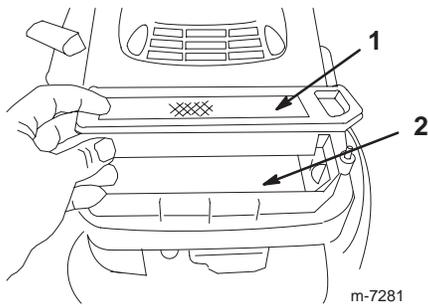

Figure 25
5. Enlevez et jetez l'élément filtrant en papier (Fig. 25).
6. Enlevez le préfiltre en mousse et nettoyez-le à l'eau avec un détergent doux. Séchez-le ensuite en le serrant légèrement dans un chiffon (Fig. 25).